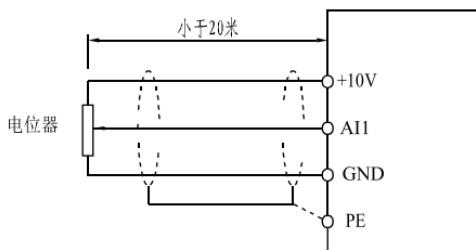

图 3-2 模拟量输入端子接线示意图
a) 模拟输入端子：因微弱的模拟电压信号特别容易受到外部干扰，所以一般需要蔽电缆，而且配线距离尽量短，不要超过 20m，如图 3-2。在某些模拟信号受到严重干扰的场合，模拟信号源侧需加滤波电容器或铁氧体磁芯。
如图 3-2。